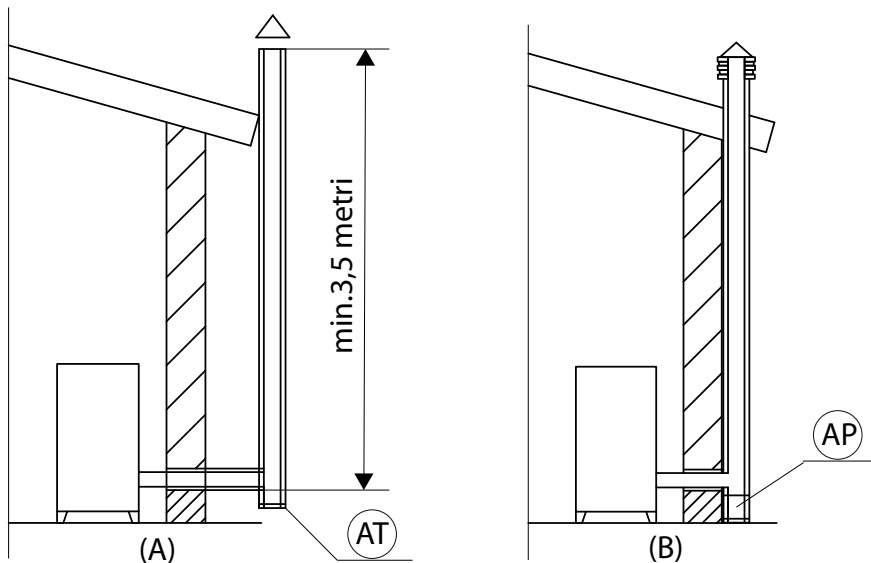

FIGURE 1 - CONDUIT DE FUMÉES
Un simple puits de lumière en ciment doit être entubé de manière appropriée. Dans les deux solutions, prévoir un bouchon d'inspection (AT) et/ou un volet d'inspection (AP) ainsi qu'un dispositif de collecte approprié pour la condensation éventuelle - FIG.1.